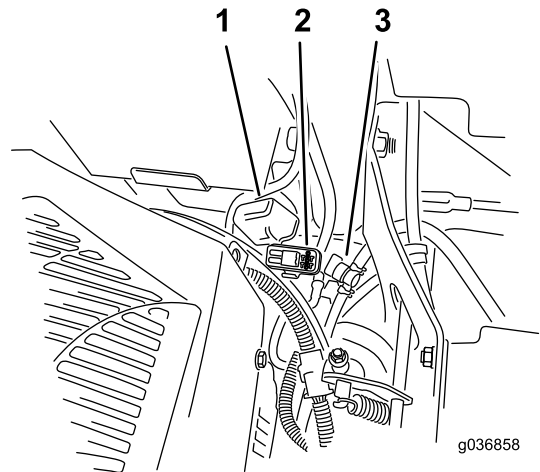

Figure 64
**Remarque:** Pour les tondeuses MyRide, assurez-vous que le câble de masse ne frotte pas contre le bras tiré ou le support inférieur de l'amortisseur (Figure 64).
Les fusibles sont situés sur la console droite, près du siège (Figure 64).
2. Remplacez le fusible (Figure 64).